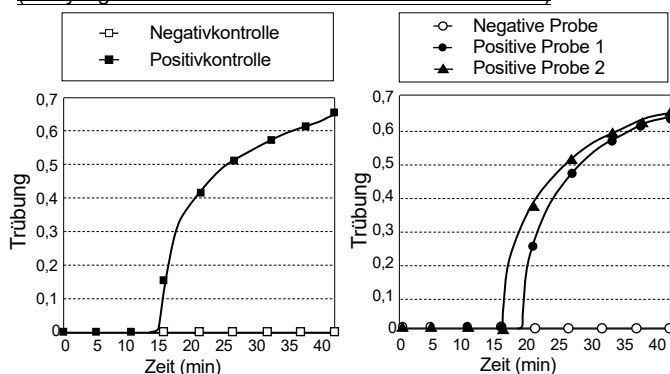

Abb. 1: Amplifikationsplots für Kontrollen. Abb. 2: Amplifikationsplots für Proben.
- (1) Real-Time Turbidimeter HumaTurb C+A für den Nachweis mit diesem Produkt konfigurieren.
- (2) Prüfen, ob die angezeigte Temperatur $65,0\text{ }^{\circ}\text{C}$ erreicht (Turbidimeter sollte vor Gebrauch 20 Minuten vorgeheizt werden).
- (3) Reaktionsgefäße einsetzen und Messung starten.
- (4) Turbidimeter-Anzeige auf einen Trübungsanstieg der Positiv- und Negativkontrollen prüfen. Steigt die Trübung in der Positivkontrolle an, in der Negativkontrolle jedoch nicht, läuft die Amplifikationsreaktion korrekt ab (Abb. 1). Wenn dies nicht der Fall ist, verläuft die Amplifikationsreaktion möglicherweise nicht ordnungsgemäß. In einem solchen Fall sind die betroffenen Proben erneut zu testen.
- (5) Fertigstellung der Polymerase-Inaktivierung bestätigen (wird vom Turbidimeter automatisch abgeschlossen). Alle Reaktionsgefäße aus dem Real-Time Turbidimeter HumaTurb C+A entnehmen und ungeöffnet entsorgen.
Nachdem bestätigt wurde, dass die Trübung in der Positivkontrolle zunimmt, in der Negativkontrolle jedoch nicht, sind die Proben nach den folgenden Kriterien (Abb. 1 und 2) zu bewerten.